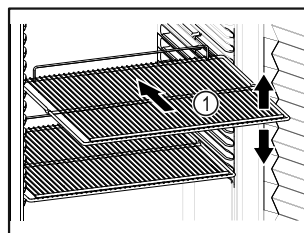

Fig. 59 Exempel
- Om gallren Fig. 59 (1) kan flyttas om ska de anpassas på höjden.